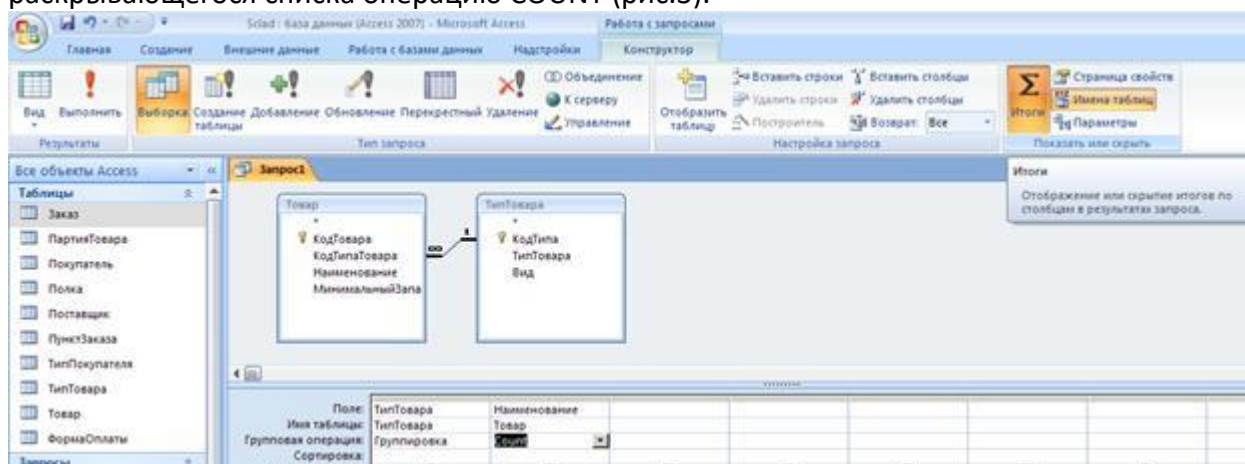

Рис.3. Групповые операции в запросах
1. В режиме КОНСТРУКТОРА создайте запрос для таблиц ТОВАР и ТИП_ТОВАРА. Таблица ТИП_ТОВАРА нам потребуется для расшифровки значений поля КОД_ТИПА (рис.3).
2. Перенесите в бланк запроса поля ТИП_ТОВАРА из таблицы ТИП_ТОВАРА и НАИМЕНОВАНИЕ из таблицы ТОВАР (рис.3).
4. Для поля НАИМЕНОВАНИЕ в строке ГРУППОВАЯ ОПЕРАЦИЯ щелкните мышью в правом углу поля (должен появиться элемент управления список) и выберите из раскрывающегося списка операцию COUNT (рис.3).